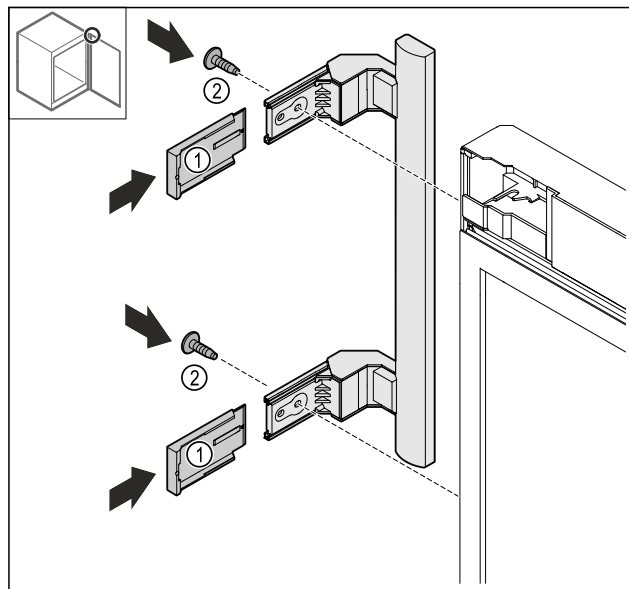

Fig. 19
- Skjut på skydden Fig. 19 (1).